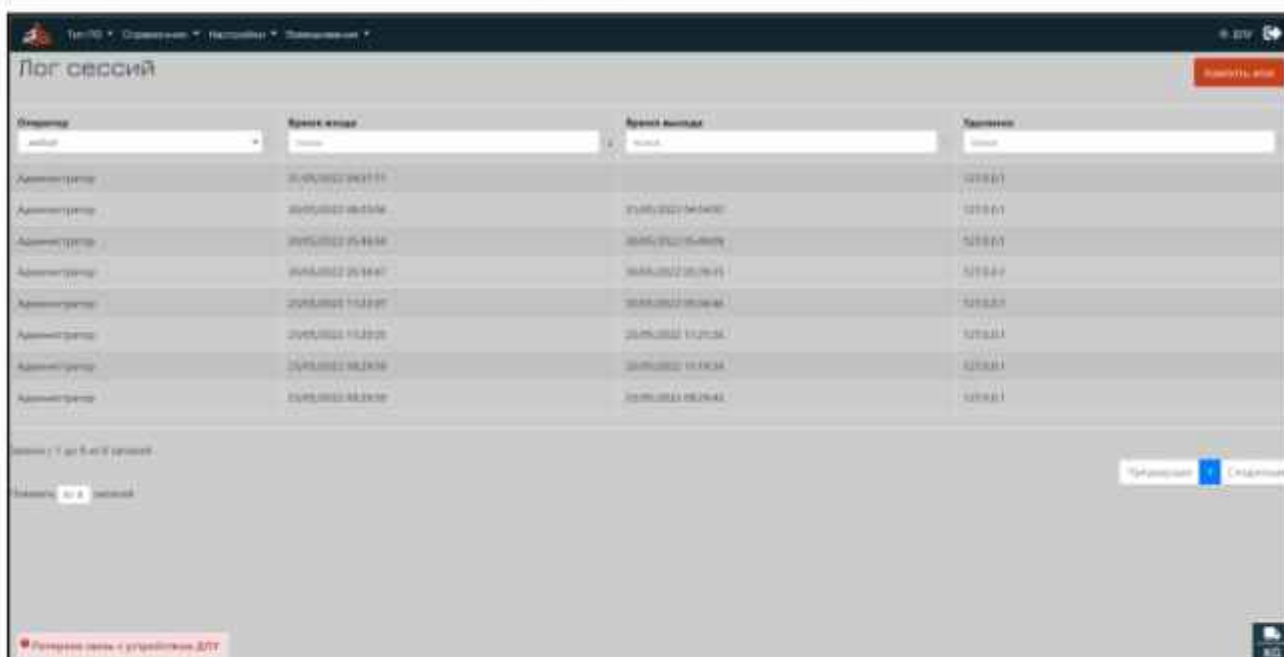

Рис.27
2.4.3. Пункт меню «Справочник» - «Лог сессий» (Рис.27).